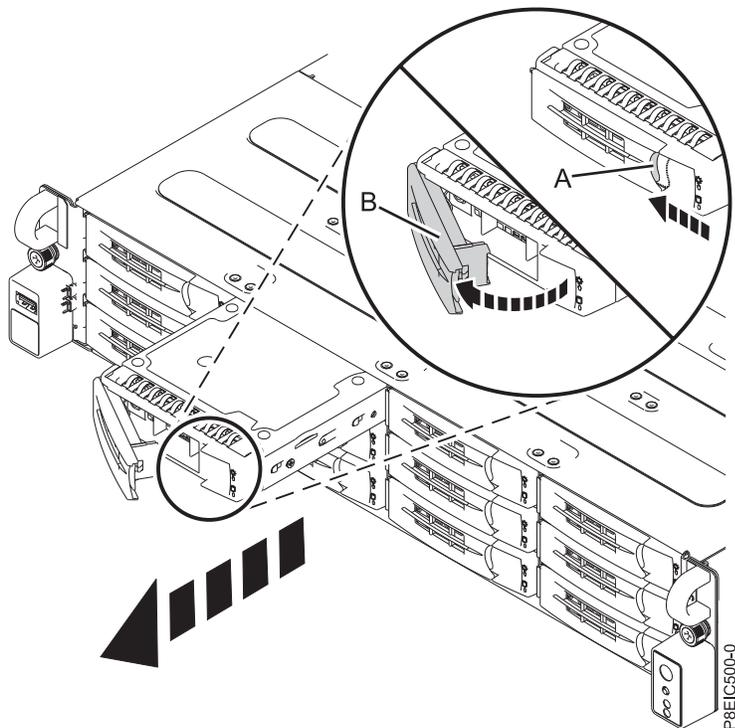

Figura 56. Removendo uma bandeja de unidade frontal
4. Destrave a alça da bandeja da unidade empurrando a liberação da alça (**A**) na direção mostrada. A alça (**B**) desencaixa em sua direção. Se a alça não encaixar para fora por todo o caminho, a bandeja de unidade não deslizará para fora do sistema, conforme mostrado em Figura 56 na página 89.